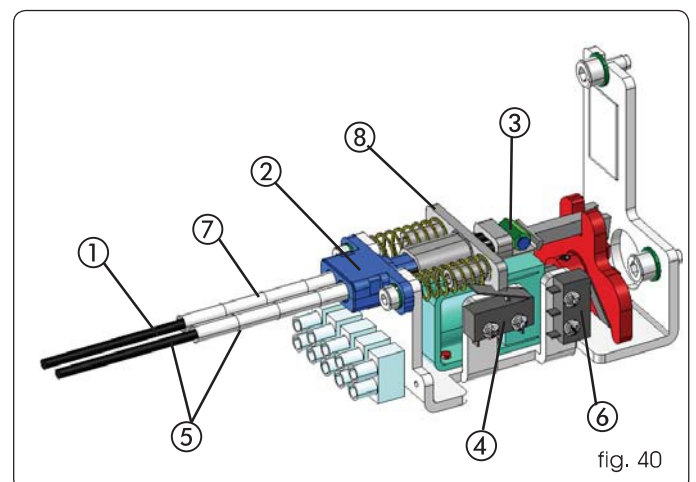

fig. 40
- Approcher le câble avec la gaine de la pièce ② de la fig. 40 et couper la gaine en excès.
- Faire passer le câble (fig. 40 réf. ①) à l'intérieur de la pièce ② en amenant la gaine en butée (fig. 40 réf. ⑦).
- Introduire le câble dans l'étau (fig. 40 réf. ③).
- Tirer la pièce ⑧ en butée (en comprimant les ressorts) et visser la vis de l'étau ③ en bloquant le câble en acier.
- Déverrouiller la poignée en la tournant de 90° et vérifier que le déverrouillage fonctionne. En outre, vérifier qu'en tirant la poignée, on active le microinterrupteur d'ouverture de la porte (fig. 40 réf. ④).
Pour la connexion électrique du blocage du moteur, consulter les instructions dans la section relative à la platine électronique. S'il est nécessaire d'installer le déverrouillage externe, utiliser des boutons-poussoirs à clé spécifiques. Introduire le câble de déverrouillage sur le blocage du moteur en se servant du logement prévu à cet effet (fig. 40 réf. ⑤).
Installer le microinterrupteur de surveillance d'après la figure 40 réf. Installer le microinterrupteur de surveillance d'après la figure 40 réf. ④. Pour la connexion électrique et la programmation, voir la section relative à la platine électronique - accessoires.